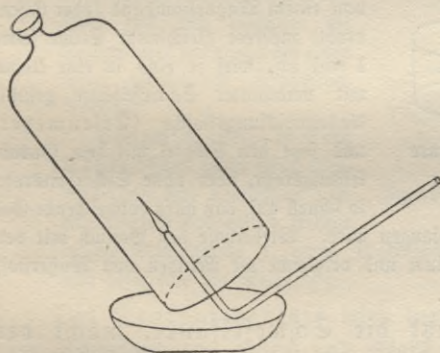

Fig. 19.
**Versuch 2**, Synthese des Wassers (Fig. 19): Dann laß das Gas aus einem ausgezogenen Glasrohr ausströmen und entzünde es, so daß die Flamme schräg von unten in eine reine, trockne Glasglocke hineinschlägt. Achte auf die Wand der Glocke und schmecke die entstehende Flüssigkeit2).